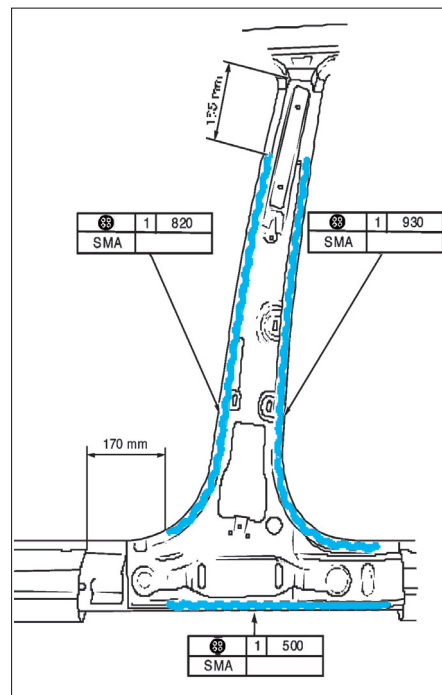

FIG. 58
- Encoller le renfort de montant B (fig. 58).